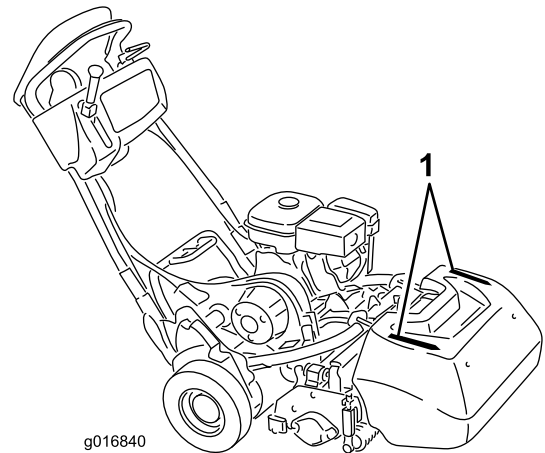

图25
- 为帮助剪草机保持在果岭上的直线操作，且和上一道剪草边缘的距离保持均衡，应使用集草斗上的对准条（图25）。